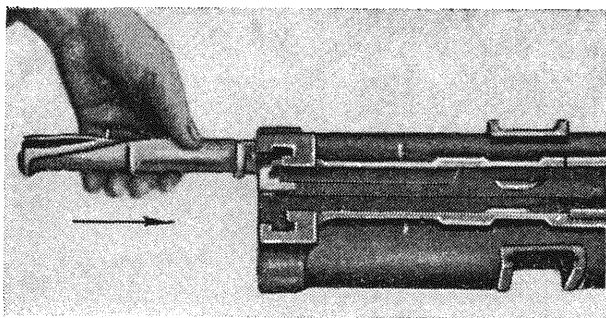

Рис. 75
6. Вставить трубку правой подачи в правое цилиндрическое гнездо коробки, для чего ведущий гребень трубки правой подачи направить в продольный боковой паз коробки и продвинуть ее до упора вперед (рис. 75).